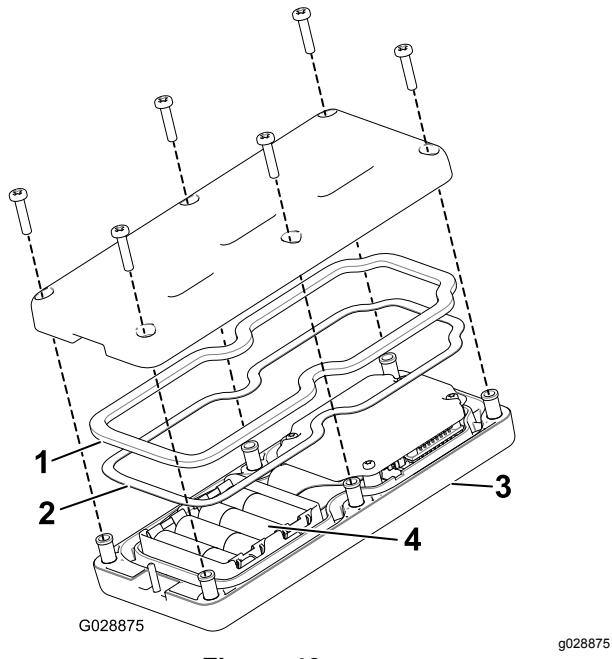

Figura 46
3. Togliete le 6 viti dalla parte posteriore del telecomando e togliete il coperchio (Figura 46).
5. Inserite ogni batteria nuova in un portabatteria rispettando la polarità. (Se le batterie sono inserite in modo scorretto, il dispositivo non riporta danni, ma non funziona.) Nel portabatteria sono marcati in rilievo i simboli della polarità di ogni terminazione (Figura 46).
6. Se avete rimosso accidentalmente la tenuta di gomma e la guarnizione in acciaio, riposizionatele accuratamente nel canale del telecomando (Figura 46).
7. Riposizionate il coperchio e fissatelo con le 6 viti precedentemente rimosse (Figura 46) e serratele a una coppia di 1,5-1,7 N·m.